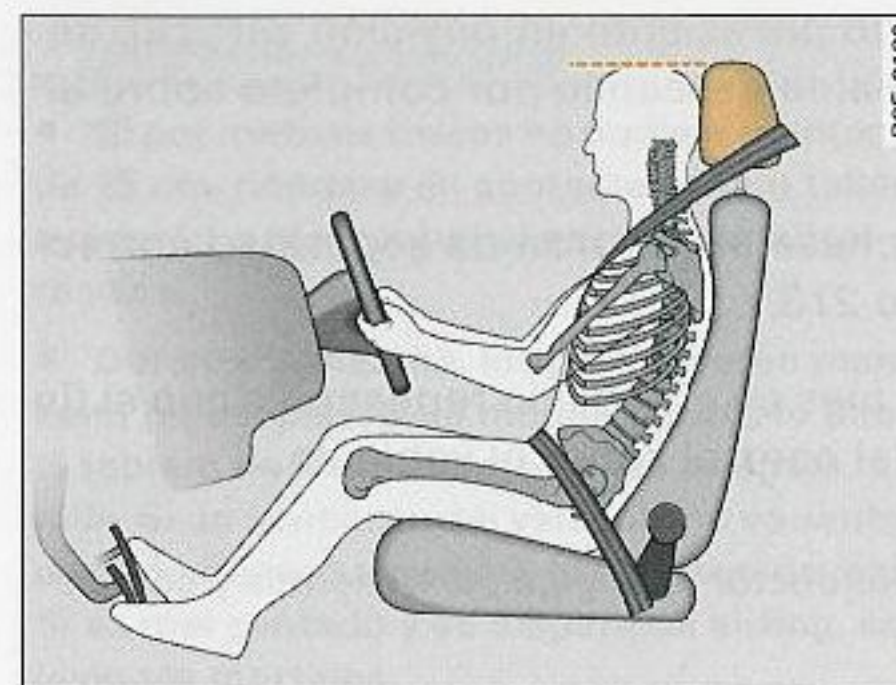

Fig. 171 Ajuste correcto del apoyacabezas del conductor
- Regule el apoyacabezas de tal manera que el borde superior del apoyacabezas esté a la misma altura que la parte superior de la cabeza del ocupante en cuestión ⇒ fig. 171.